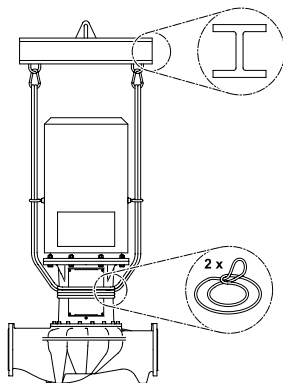

Рис. 32: Установка грузовых петель (исполнение IL)
- Для подъема краном насосный агрегат следует обхватить подходящим ремнем, как показано на рисунке (Рис. 32/33). Уложить насосный агрегат в петли, которые затянутся под действием собственного веса насосного агрегата.